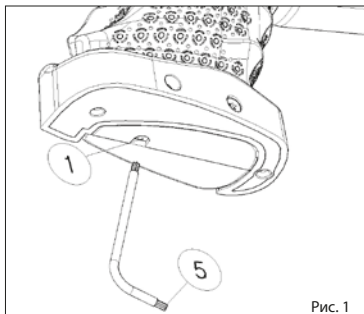

Рис. 1
- 12 Регулировочное отверстие (рис.1) регулирует усилие пружины при первом ходе спускового крючка – удержании.
- 13 Если Вы через отверстие № 1 вставьте внутрь длинный конец динамометрического ключа № 5 (Т8) (рис.1) и повернете его вправо – жесткость рабочего хода спускового крючка увеличится, если повернете влево жесткость уменьшится.